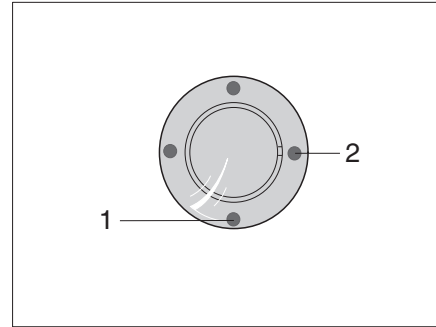
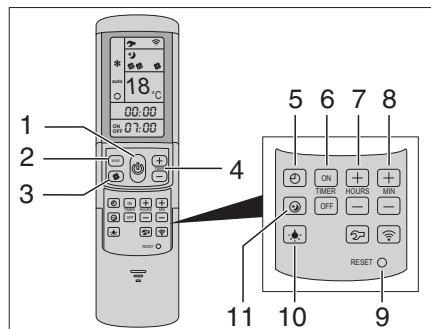

Bild 338 IR-Empfänger/Funktionsanzeige
Bild 339 Fernbedienung
Die Klimaanlage ist auf dem Dach des Fahrzeugs angebracht. Die Fernbedienung (Bild 339) für die Klimaanlage befindet sich im Küchenbereich.
- Fahrzeug an die 230-V-Versorgung anschließen. Die Klimaanlage ist betriebsbereit. Die blaue LED (Bild 338,1) leuchtet.
- Zum Einschalten die Taste (Bild 339,1) auf der Fernbedienung drücken. Die blaue LED (Bild 338,1) blinkt.
- Die gewünschte Betriebsart mit der Taste MODE (Bild 339,2) einstellen.
- Bei Bedarf mit der Taste (Bild 339,3) die gewünschte Gebläsestufe und mit den Tasten (Bild 339,4) die Raumtemperatur einstellen.
Ist die auf der Fernbedienung eingestellte Temperatur erreicht, erlischt die blaue LED (Bild 338,1), der Kompressor schaltet ab und das Umluftgebläse läuft weiter.
- Zum Ausschalten die Taste (Bild 339,1) auf der Fernbedienung erneut drücken.
- Zum Programmieren die Klimaanlage mit der Taste (Bild 339,1) auf der Fernbedienung einschalten.
- Mit der Taste (Bild 339,2) die gewünschte Betriebsart und mit den Tasten (Bild 339,4) die Raumtemperatur einstellen.
- Mit den Tasten (Bild 339,6) die gewünschte Funktion auswählen:
- Mit den Tasten (Bild 339,7 und 8) die gewünschte Schaltzeit wählen (15 Minuten bis 24 Stunden).
- Einstellung mit den Tasten "ON" oder "OFF" (Bild 339,6) bestätigen.